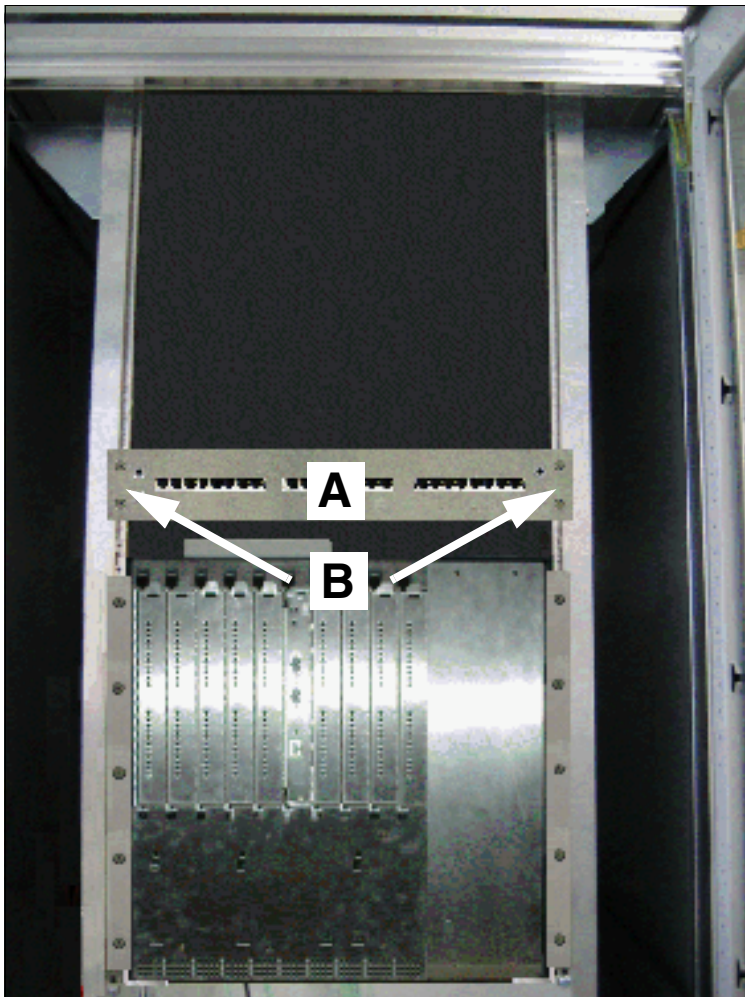

Figure 4-44 Monter le panneau de raccordement externe S₀ dans l'armoire 19"
Placez le panneau de raccordement S₀ (A, sur la figure 4-44) sur un boîtier du système et fixez-le à gauche et à droite avec 2 vis (B) au châssis 19".